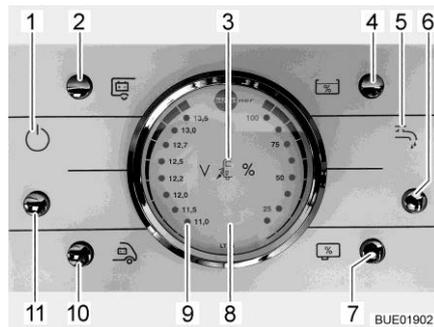

Fig. 188 Panneau de contrôle LT 96
La touche (Fig. 188,11) allume ou éteint le panneau de contrôle et l'alimentation 12 V de la cellule.
Mettre en marche : ■ Appuyer sur la touche (Fig. 188,11) : L'alimentation 12 V de la cellule est assurée. Le voyant de contrôle (Fig. 188,1) s'allume.
Mettre hors service : ■ Appuyer sur la touche (Fig. 188,11) : L'alimentation 12 V de la cellule est coupée. Le voyant de contrôle (Fig. 188,1) s'éteint.
Observer la graduation de gauche sur l'indicateur de charge/de niveau de réservoir (Fig. 188,8). L'indicateur s'éclaire automatiquement dès qu'une touche est pressée.
- Appuyer sur la touche (Fig. 188,10) : La tension de la batterie de démarrage est affichée.
- Appuyer sur la touche (Fig. 188,2) : La tension de la batterie de cellule est affichée.
Observer la graduation de droite sur l'indicateur de charge/de niveau de réservoir (Fig. 188,8). L'indicateur s'éclaire automatiquement dès qu'une touche est pressée.
- Appuyer sur la touche (Fig. 188,4) : Le niveau du réservoir d'eau est affiché.
- Appuyer sur la touche (Fig. 188,7) : Le niveau du réservoir d'eaux usées est affiché.
- Appuyer sur la touche (Fig. 188,6) : L'alimentation en eau est activée. Le voyant de contrôle de la pompe à eau (Fig. 188,5) s'allume.
- Appuyer sur la touche (Fig. 188,6) : L'alimentation en eau est désactivée. Le voyant de contrôle de la pompe à eau (Fig. 188,5) s'éteint.
Le voyant d'alerte rouge "ALARM" (alarme) (Fig. 188,9) clignote dès que la charge de la batterie de cellule descend en dessous de 11 V (mesurée en marche) et qu'il y a risque de décharge profonde des batteries.
Le voyant de contrôle 12 V (Fig. 188,1) s'allume dès que la touche principale 12 V (Fig. 188,11) est enclenchée.
Le voyant de contrôle 230 V (Fig. 188,3) s'allume si l'arrivée du bloc électrique est sous tension de réseau.